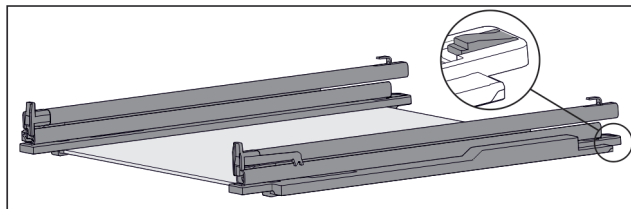

Fig. 120 Placă de sticlă cu șine și piese de fixare
- ▶ Apăsați în jos piesa de fixare din spate (vezi Fig. 120) și, în același timp, împingeți șina înapoi.